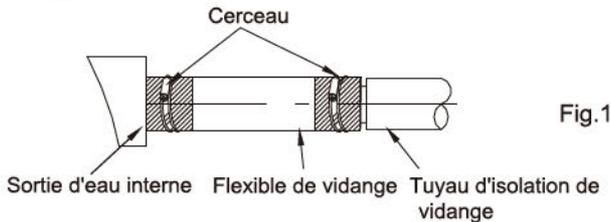

Fig. 1
- a : Serrer fermement les flexibles de vidange avec la sortie d'eau interne et le tuyau de vidange respectivement, puis les fixer avec un cerceau, comme illustré à la Fig. 1.